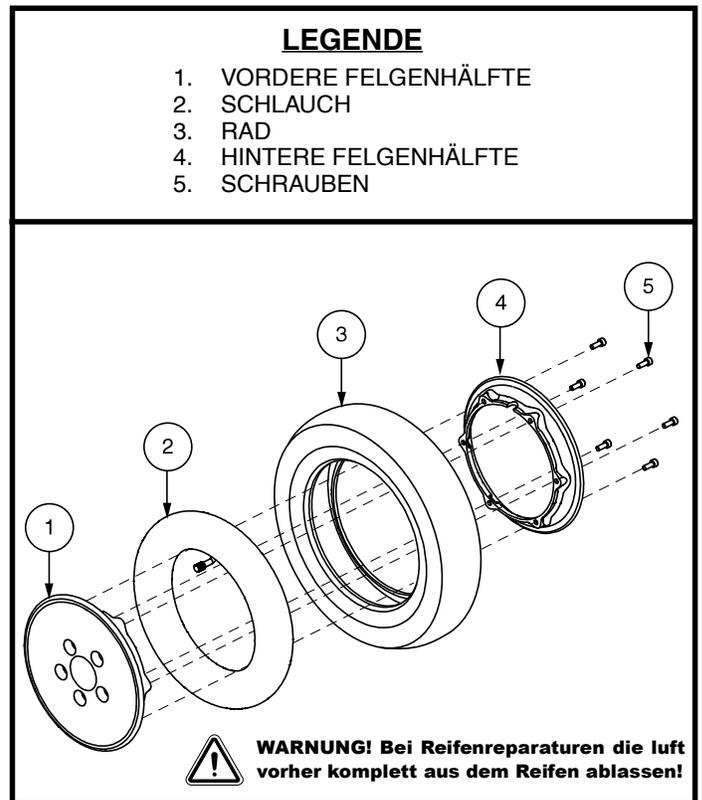

Abb. 28. Zerlegen und Zusammenbauen von Luftreifen
6. Entfernen Sie die Schrauben und trennen die äußere und innere Felge voneinander. **Siehe Abb. 28.**
2. Sicherung auf Durchbrennen überprüfen. **Siehe Abb. 28.**